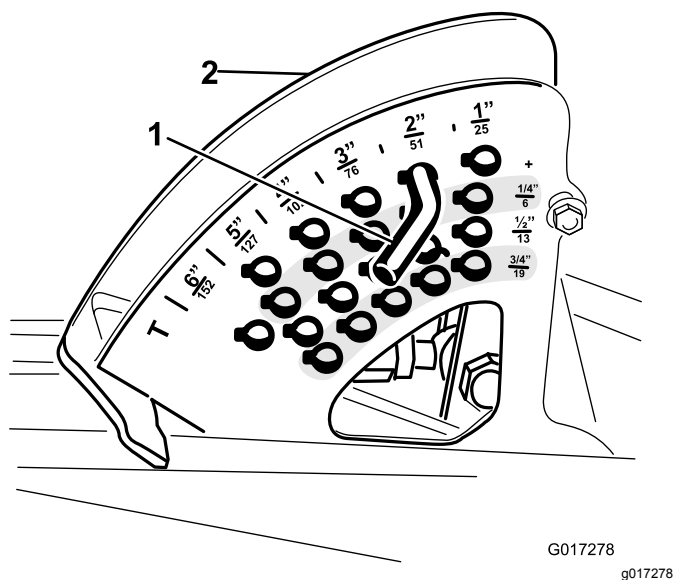

Figura 2
3. Tenha em atenção a posição do pino de altura de corte no suporte da altura de corte (Figura 2) e retire o pino do suporte.